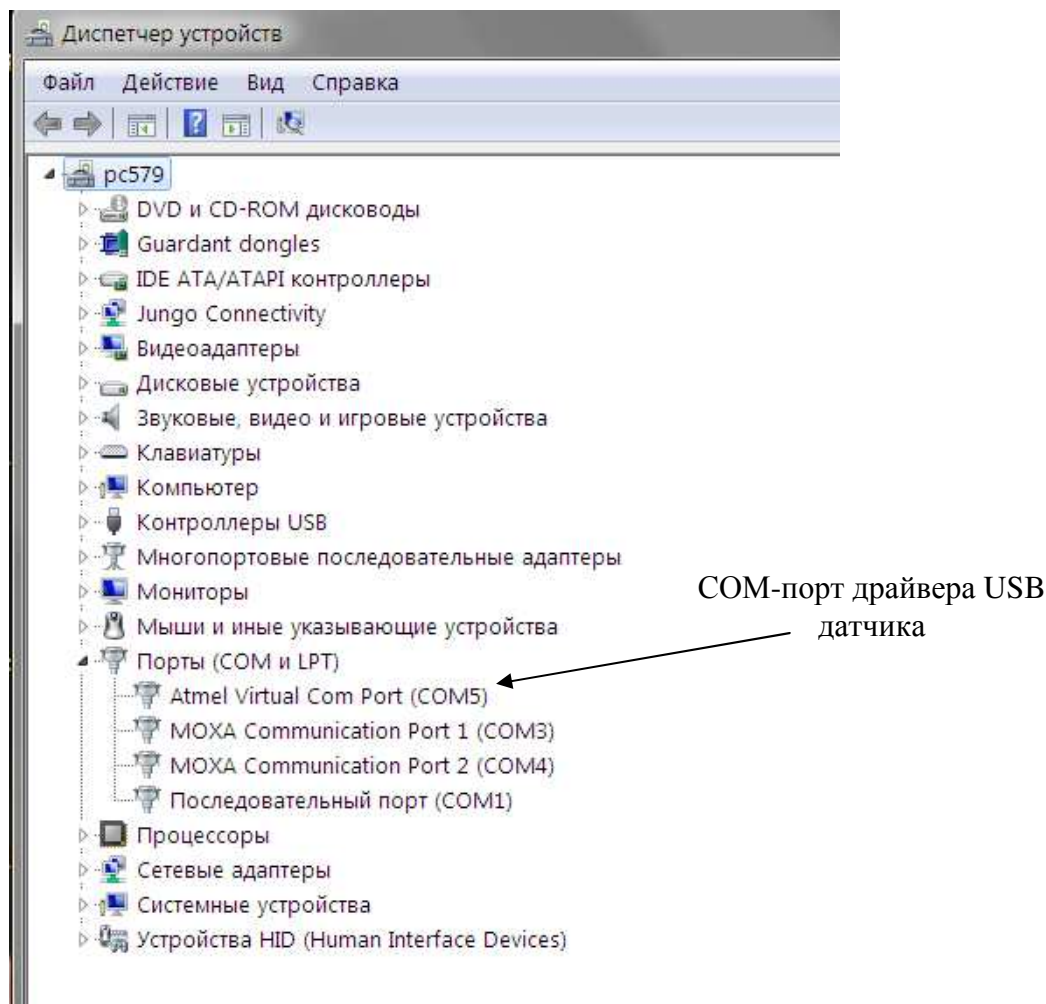

Рис. 7 – Окно диспетчера устройств Windows
2.3.3 Откройте панель «Установки», щёлкнув левой кнопкой мыши по соответствующей кнопке в главном окне программы. В панели «Установки» (см. п. 2.4.4) необходимо выбрать номер COM-порта ЭВМ, к которому подключен датчик. Номер соответствующего COM-порта нужно посмотреть в диспетчере устройств Windows (см. Рис. 7).